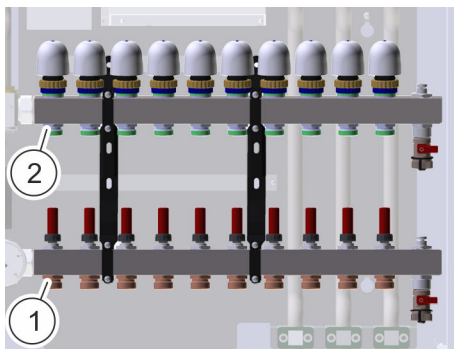

Abb. 51: Heizungsverteiler
1. ➔ Vorläufe an die Gewinde des unteren Balkens (Abb. 51/1) anschließen und von Hand festdrehen.
2. ➔ Entsprechenden Rücklauf jeweils oberhalb des Vorlaufs an die Gewinde des oberen Balkens (Abb. 51/2) anschließen und von Hand festdrehen.